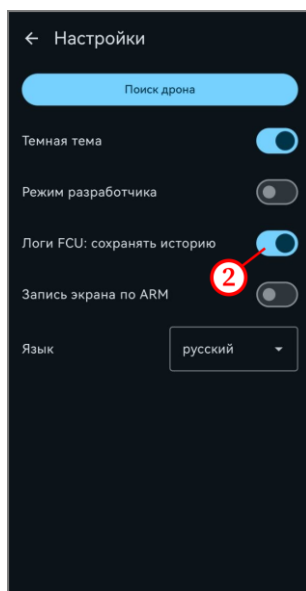

Рисунок 62
- в окне настроек нажать на переключатель  «Логи FCU: сохранять историю» (рисунок 62, шаг 2).